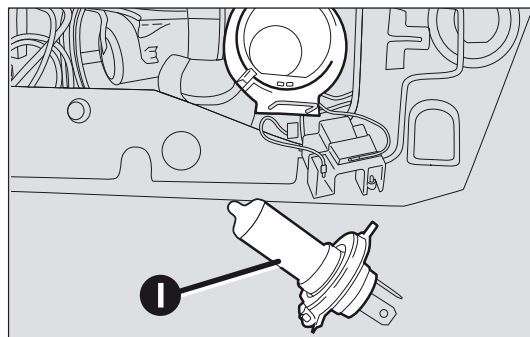

fig. 146
- ☐ extraiga la lámpara fundida I-fig. 146 e introduzca la lámpara nueva;